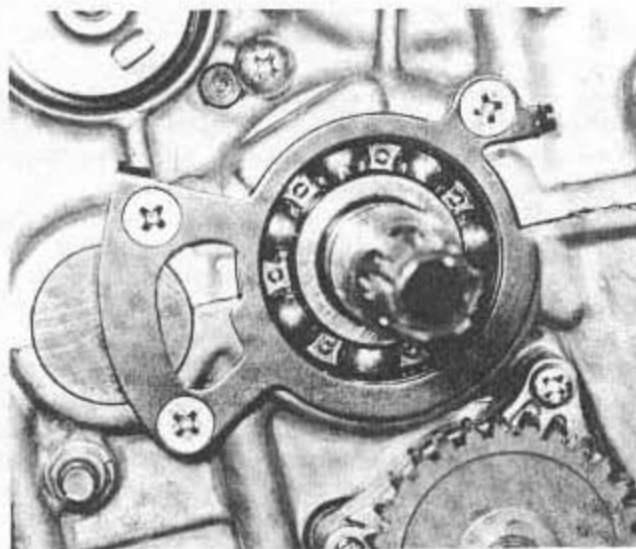

Bild 106
- Feststellplatte des Getriebehauptwellenlagers ins Primärtriebsgehäuse einbauen. Die drei Senkopfschrauben werden mit Sicherungsflüssigkeit bestrichen, eingedreht und festgezogen (Bild 106).